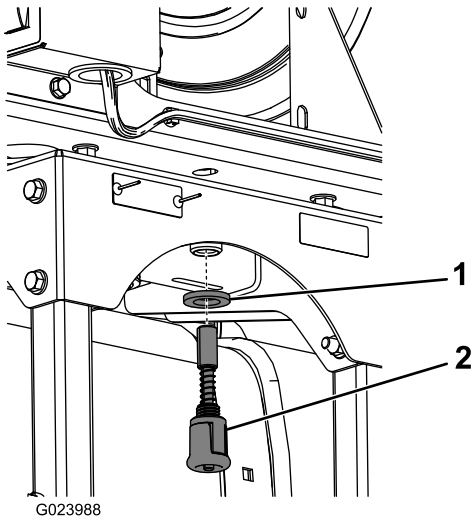

Figura 8
8. Instale a anilha grande e pino de mola ao lado inferior da estrutura de bobinar tubagem (Figura 8).